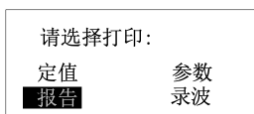

图 7-18 打印子菜单
7.2.9 “打印”：通过该菜单可实现装置打印功能，该菜单分四个子菜单(见图 7-18)，分别打印出装置定值(包括软压板信息)、参数(包括装置参数、出口配置参数及通讯参数)、报告、录波。